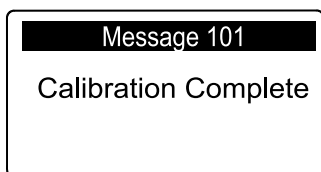

Figura 70
**Notă:** Se afiează mesajul CALIBRATION COMPLETE (Calibrare completă) (Figura 70), iar capul se ridică complet.